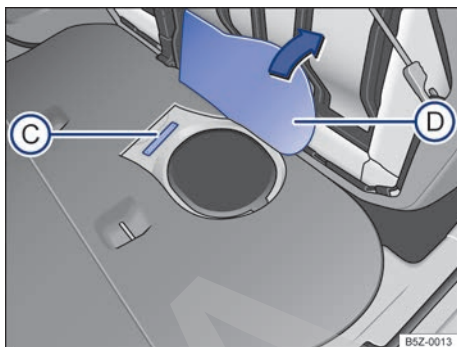

Fig. 190 Debajo del asiento trasero bajo el revestimiento del piso (D): número de identificación del vehículo (C).
El número de identificación del vehículo está ubicado debajo del asiento trasero bajo el revestimiento del piso → fig. 190 (C). Para encontrar el número de identificación del vehículo, abate el asiento trasero y levante el revestimiento del piso → fig. 190 (D).